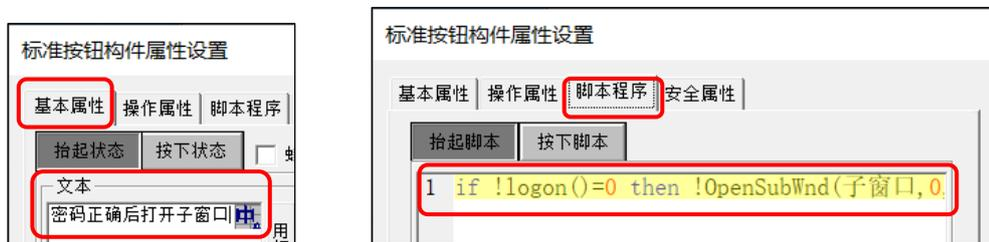

图 13.1-11 密码正确后打开子窗口按钮设置
- ① 组态好两个画面，一个命名为【主画面】，一个命名为【子画面】。
- ② 在主画面窗口中新建一个按钮，将它的文本设置为【密码正确后打开子窗口】，将它的抬起脚本设置为【if !logon()=0 then !OpenSubWnd(子窗口,0,0,300,150,1)】，如图 13.1-11 所示。脚本的作用是：当按钮抬起时，弹出用户登录窗口，若登录成功，打开【子窗口】，若登录不成功，不执行任何操作。